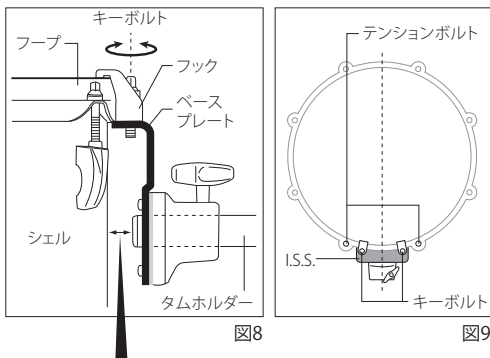

図8
I.S.S. 本体フックのキーボルトを付属のチューニングキーを使ってゆるめます。図のようにタムタム打面側のフープにフックを引っかけて、ベースプレートをフープのエッジの下にはめます（図 8）。I.S.S. 本体が二つのテンションボルトの中心にくるように位置を調整し、フックのキーボルトを付属のチューニングキーでしっかりと締めて固定します（図 9）。